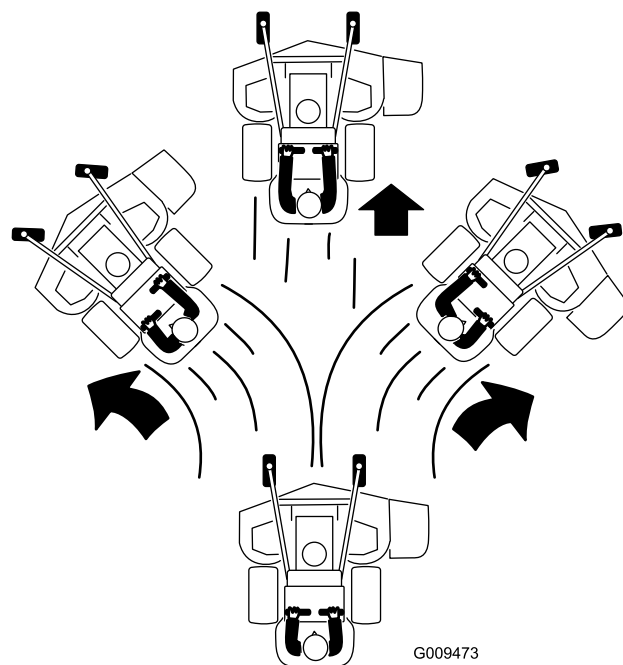

Figura 22
- Empurre lentamente as alavancas de controlo de movimento para a frente (Figura 22).